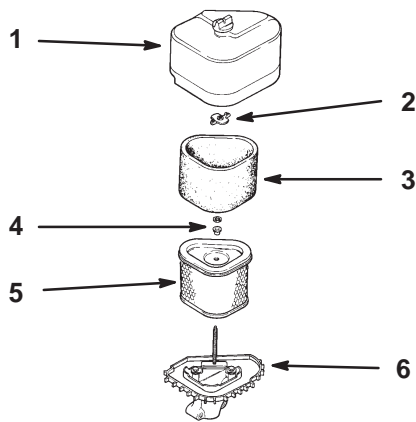

Figure 17
2. Nettoyez la surface autour du couvercle du filtre à air pour éviter que des impuretés ne s'introduisent dans le moteur et l'endommagent. Déverrouillez le couvercle (Fig. 17).
3. Glissez délicatement l'élément en mousse hors de l'élément en papier (Fig. 17).
4. Déposez l'ensemble filtre à air (Fig. 17).
5. Dévissez l'écrou du couvercle et déposez le couvercle et l'élément en papier (Fig. 17).
1. Glissez délicatement l'élément en mousse sur l'élément en papier (Fig. 17).
2. Posez l'ensemble filtre à air sur sa base (Fig. 17).
3. Reposez le couvercle du filtre à air et fixez-le en place avec les écrous (Fig. 17).